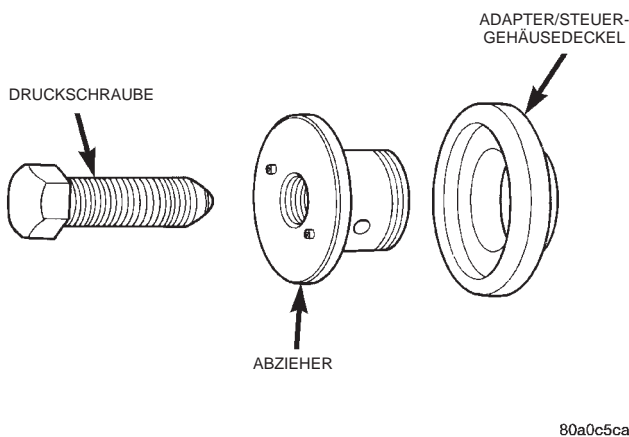

Abb. 36 Werkzeuge für Antriebsrad/Einspritzpumpe
(13) Zum Abbau des Antriebsrads von der Pumpenwelle muß ein dreiteiliges Spezialwerkzeug mit der Bezeichnung VM.1003 (Abb. 36) verwendet werden.